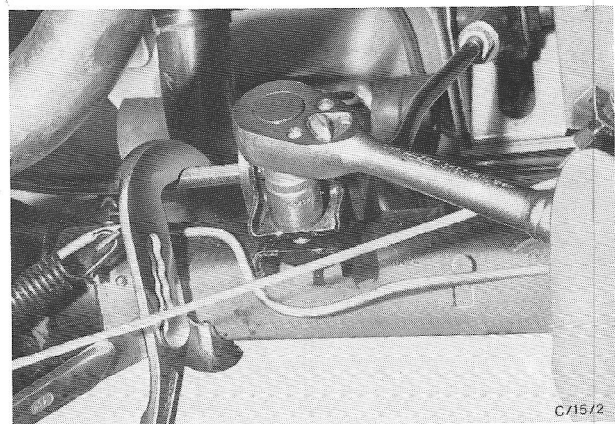

Fig.16 Bevestiging van de stabilisatorstang op de achterbrug.
6. Maak beide stabilisatorstangklemmen los van de achterbrug. Trek de stabilisatorstang met een geschikt stuk gereedschap naar achteren zodat de bevestigingsbouten worden ontlast (fig.16).